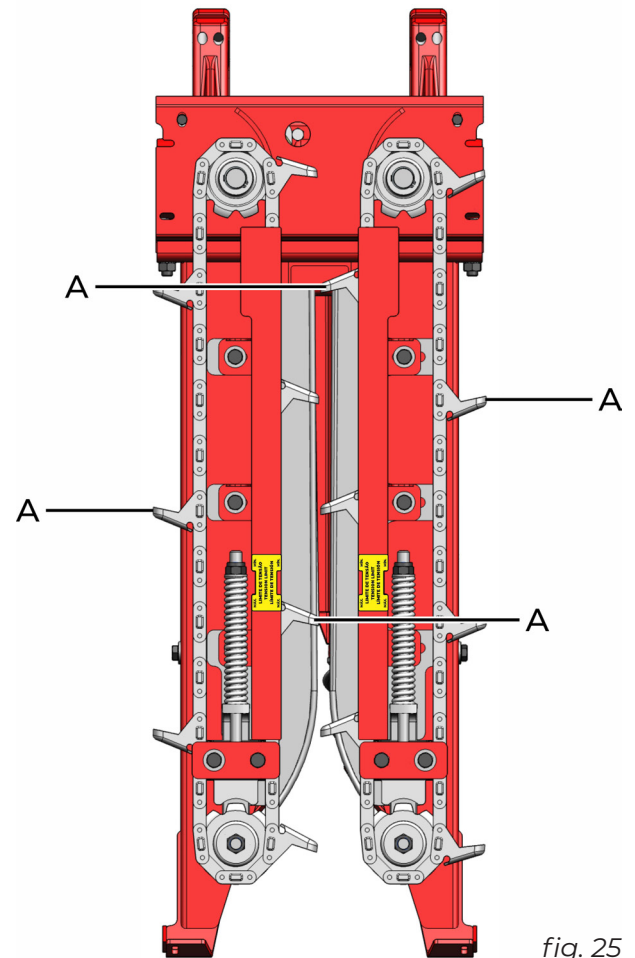

fig. 25
As correntes alimentadoras são montadas na fábrica com os arrastadores (A) (fig. 25) intercalados um em relação ao outro, e desta forma devem ser mantidas.